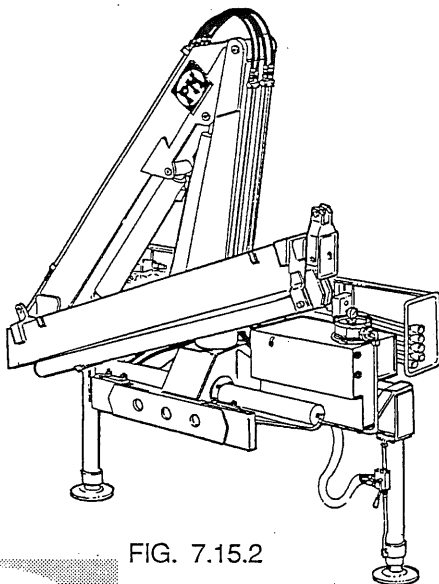

FIG. 7.15.2
c) chiudere tutti i martinetti (compresi gli stabilizzatori) mettendo la gru in posizione di riposo (fig. 7.15.2) e ripetere l'operazione di svuotamento del serbatoio.
c) close all the cylinders (including the outriggers) to put the crane into rest position (Fig. 7.15.2) and repeat the operation of the oil changement (points a and b).